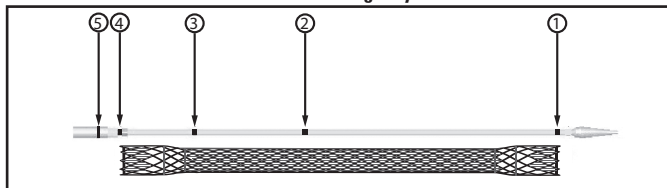
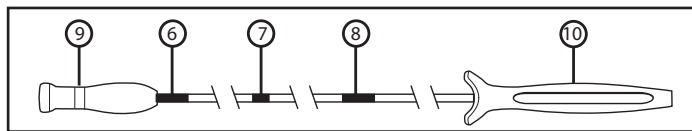

Figura 2: sistema introductor y marcadores radiopacos
Figura 3: sistema introductor, marcadores visuales y mangos
Hay tres marcadores visuales en el sistema introductor para facilitar la colocación del stent con visualización endoscópica (Figura 3). El marcador visual más distal indica que el stent está totalmente comprimido en el sistema introductor (Figura 3, nº 6), un marcador visual indica que el stent está desplegado al 50% (punto medio) (Figura 3, nº 7) y el marcador visual más proximal indica el punto en el que ya no es posible más compresión del stent (Figura 3, nº 8).
Hay cinco marcadores radiopacos para facilitar el despliegue del stent cuando se emplea fluoroscopia (Figura 2). El tubo interior del sistema introductor tiene dos marcadores radiopacos que permiten identificar los extremos del stent comprimido (Figura 2, nº 1 y nº 4). Entre estos marcadores radiopacos hay dos marcadores radiopacos adicionales. Un marcador radiopaco indica el punto medio del stent (Figura 2, nº 2). Un marcador radiopaco en tubo interior indica el punto en el que ya no es posible más compresión del stent (Figura 2, nº 3). El quinto marcador radiopaco en el extremo anterior del tubo exterior indica hasta dónde se ha desplegado el stent (Figura 2, nº 5).
Si se utilizan medios fluoroscópicos, coloque el stent de modo que el marcador 2 (Figura 2) se sitúe en el centro del tumor o fistula. De este modo, podrá asegurarse de que el stent abarque correctamente el tumor.
Comience el despliegue del stent sujetando el mango distal (el que se encuentra más alejado del operador; Figura 3, nº 9) del sistema introductor con una mano; con la otra mano, sujete el mango proximal (el que se encuentra más cerca del operador; Figura 3, nº 10) y manténgalo inmóvil. Entre los mangos hay un segmento con marcadores visuales. Los marcadores visuales han sido diseñados para ayudar en la implantación del stent. Antes de desplegar el stent, puede visualizar un marcador en la posición completamente comprimida y sin desplegar (Figura 3, nº 5).
Para desplegar el stent, sujete el mango distal (el que se encuentra más alejado del operador; Figura 3, nº 9) con una mano; con la otra mano, sujete el mango proximal (el que se encuentra más cerca del operador; Figura 3, nº 10). Para desplegar el stent tire despacio del mango distal hacia el mango proximal mientras sujeta inmóvil el mango proximal. Controle el despliegue del stent mediante fluoroscopia y/o endoscopia, manteniendo los marcadores en el sistema introductor entre los bordes identificados de la estenosis. Si fuera necesario, es posible parar el despliegue y ajustar la posición del stent proximalmente sin recomprimir el stent antes de pasar el marcador de retransmisión (Figura 3, nº 8). Si está satisfecho con la colocación del stent, continúe con el despliegue completo.
- El stent se puede volver a comprimir en cualquier momento hasta los marcadores de recompresión (radiopaco, Figura 2, nº 3; visual, Figura 3, nº 8).
Nota: El stent estará totalmente comprimido si el marcador visual (Figura 3, nº 6) resulta totalmente visible.
- C. Vuelva a envainar el tubo exterior del sistema introductor apartando el mango distal (Figura 3, nº 9) del operador. Retire lentamente el sistema introductor y la guía.